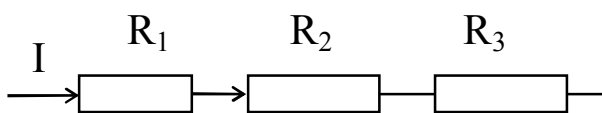

Рис.1
*Соединение проводников.* При последовательном соединении проводники включены один за другим (рис.1), при этом токи, проходящие через все проводники, одинаковы. Полное напряжение  $U = U_1 + U_2 + U_3$ , следовательно